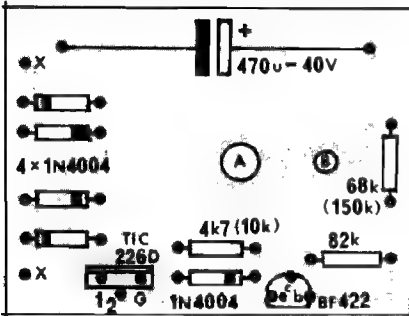

Fig. 3
- FIG. 3 - "CHAPEADO" DA MONTAGEM - A figura mostra a placa, agora pelo seu lado "sem cobre", com as peças todas posicionadas. É muito importante (pela rigidez dos parâmetros mecânicos envolvidos) que os componentes fiquem - todos - bem rentes à superfície do fenolite, com uma única exceção: o TRIAC. Este deverá ser soldado mantendo suas "pernas" com uma certa "folga" sobre a placa, que permita, depois, um leve "entortamento" na posição (originalmente vertical) da peça. Esse "entortamento" será necessário para a acomodação da placa na traseira do interruptor, conforme veremos na próxima figura... Atenção aos "tradicionais" componentes polarizados, cujas posições relativas **não podem**, sob nenhuma hipótese, serem invertidas, sob pena de dano irreversível ao circuito/componente: